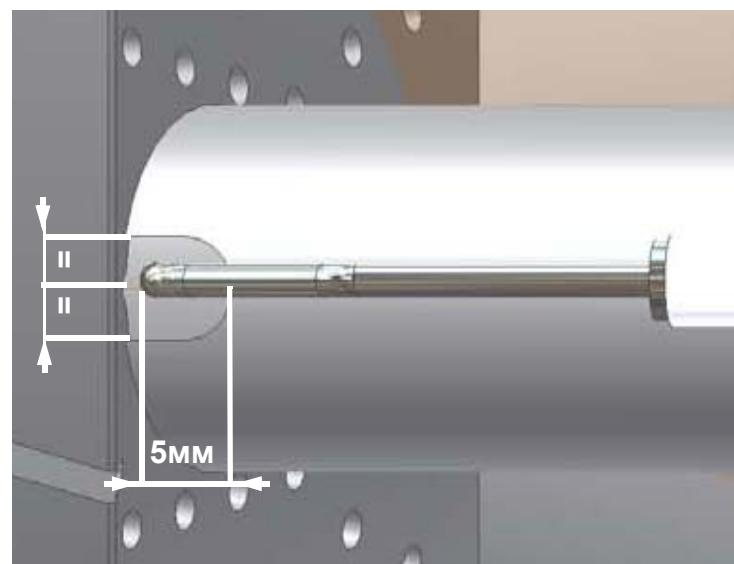

Рис. 32
- Проверьте запальныи электроды, очистите, отрегулируйте и, при необходимости, замените (см. Рис. 32).
- 2) отсоединить кабель (CE) электрода (E);
- 4) расслабить винт (B) опоры сопла, который крепит запальный электрод (E) на запальнике горелки (P);
- 5) вынуть электрод и заменить его, выдерживая размеры, указанные на Рис. 32.